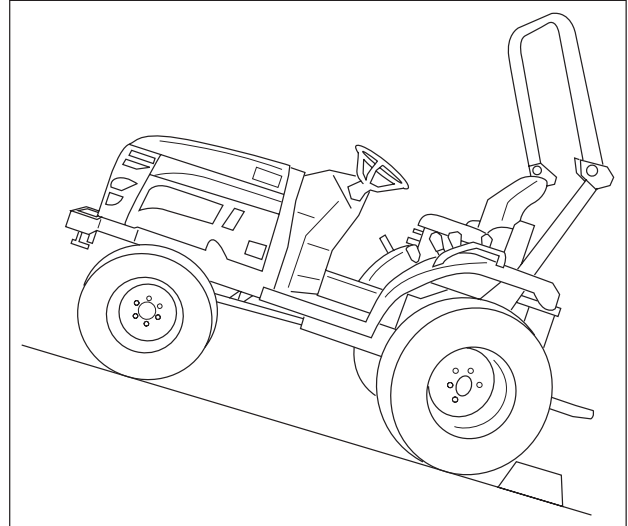

ABB. 75
**ABB. 75:** Den Traktor nach Möglichkeit immer auf ebenem Untergrund abstellen. Wenn ein Parken am Gefälle unvermeidlich ist, beide Hinterräder wie abgebildet blockieren.